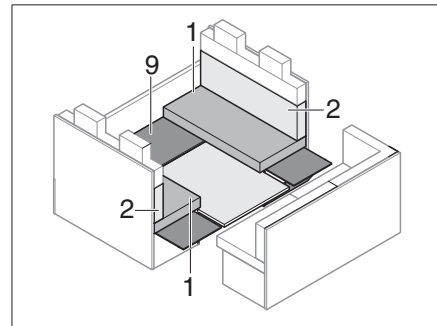

Bild 204 Während des Umbaus
- Unterbau (Bild 204,9) wieder auflegen.